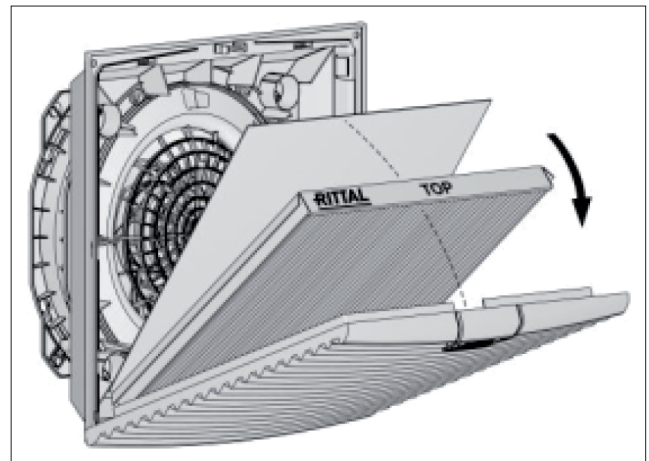

Abb. 9: Faltenfilter IP55 einbauen
- Nur für IP55: Legen Sie das bei den Faltenfiltern für IP55 mitgelieferte Absorbervlies auf den bereits eingelegten Faltenfilter (siehe Abb. 9). Die Einbaurichtung des Absorbers ist hierbei egal.